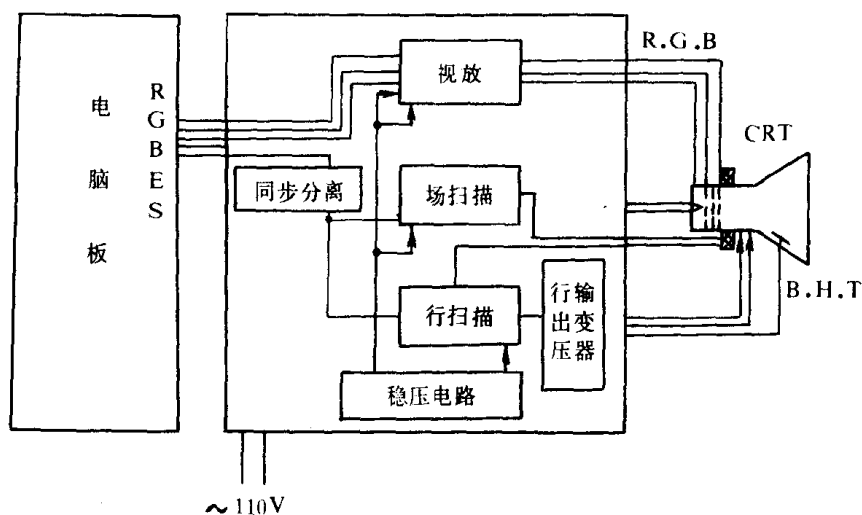

图 5.2.8 大型电子游戏机扫描板电路
大型电子游戏机扫描板电路方框图如图 5.2.8 所示,它由六部分电路组成:(1) 稳压电